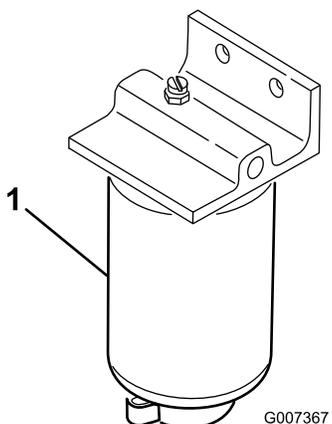

Figura 51
1. Coloque um recipiente limpo debaixo do recipiente do filtro de combustível (Figura 51).